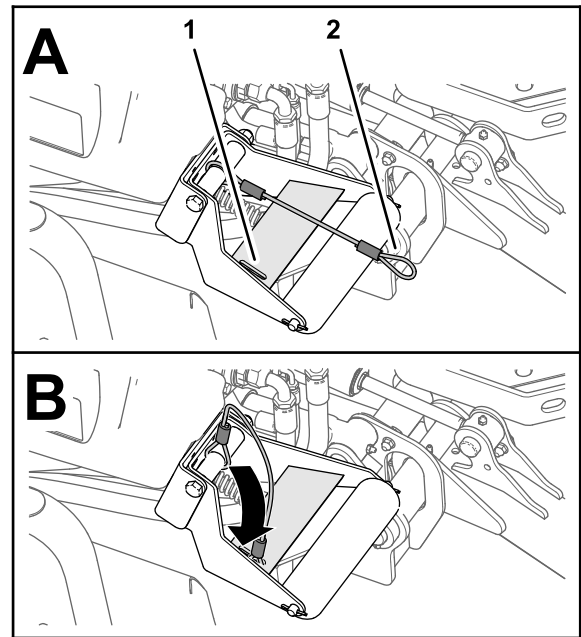

Bild 41
4. Schieben Sie die Schleife der Verbindungsleine bei abgesenkten Mähwerken in den Schlitz in der Verstärkungsplatte der Rollenstütze (**Bild 41**).